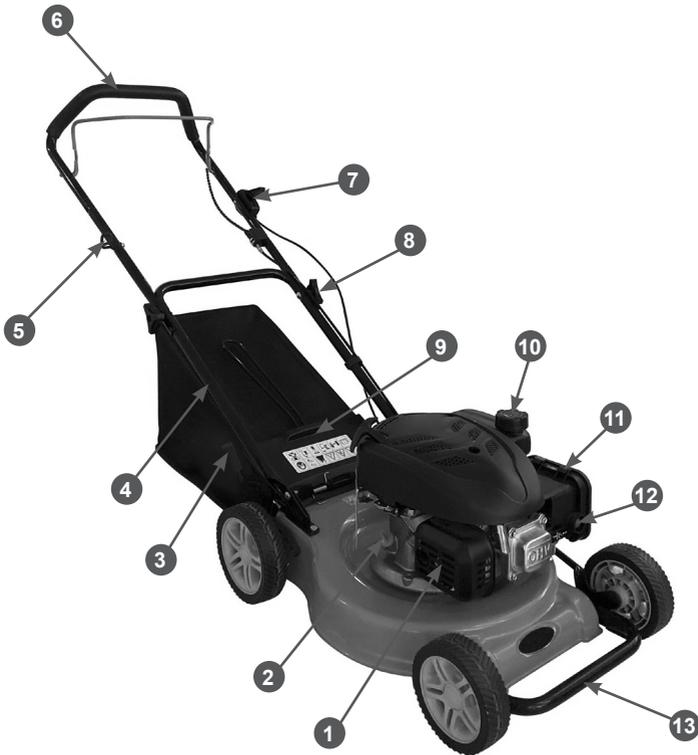
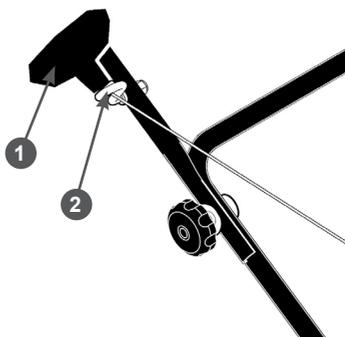

Рис. 1 Расположение основных узлов и органов управления (вид справа)
Рис. 7. Крепление ручки стартера на рукоятке
Расположение основных узлов и органов управления показано на Рис. 1, 2.
7. Закрепите ручку стартера на кронштейне 5 (Рис. 1). Для этого нажмите рычаг 5 остановки двигателя (Рис. 2) и медленно потяните за ручку стартера, чтобы вытянуть шнур из корпуса стартера на требуемую длину. Затем пропустите шнур стартера через витки кронштейна и отпустите ручку стартера. Ручка стартера должна зафиксироваться на кронштейне, как показано на Рис. 7.